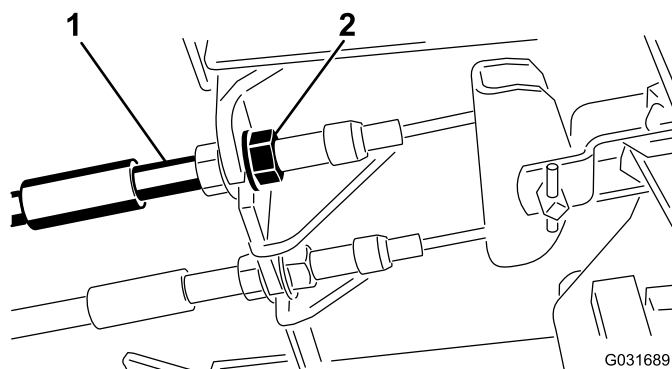

Figura 54
1. Per ridurre il gioco dei pedali del freno, stringete i freno allentando il dado anteriore sull'estremità filettata del cavo del freno (Figura 54).